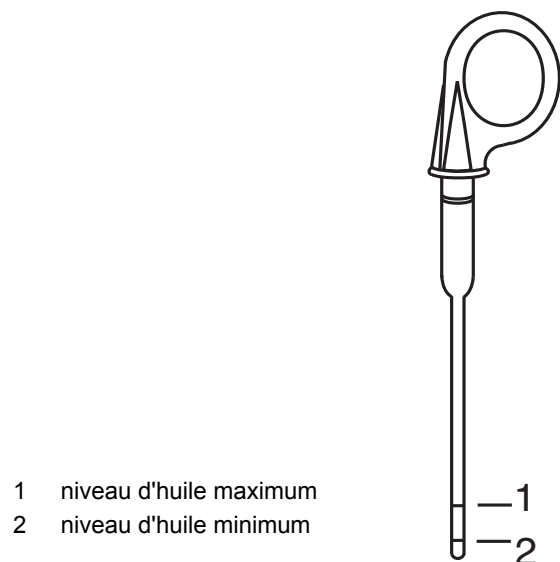

Fig. 18:
- 1 Vérifier le niveau d'huile (voir Fig. 18).